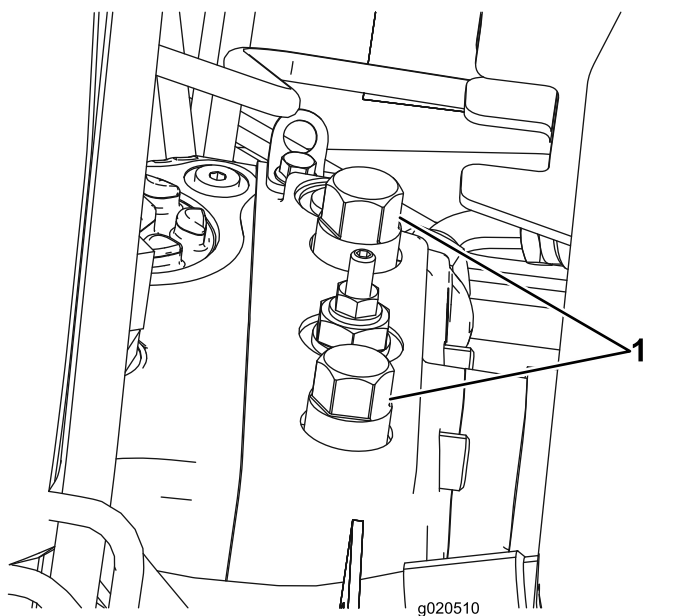

Figura 40
1. Aprite il cofano e individuate le valvole di bypass (Figura 40) sopra alla pompa, dietro alla cassetta della batteria/al vano portaoggetti.